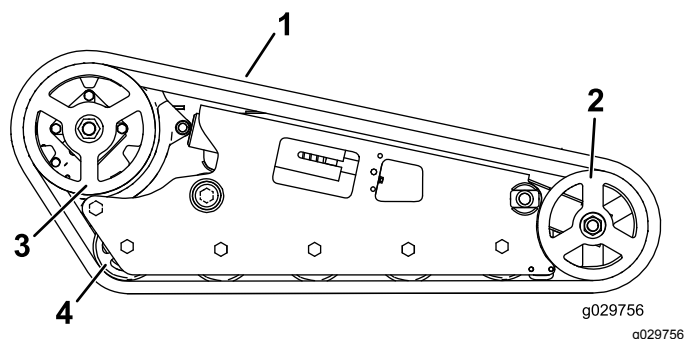

図 55
**重要** ロードホイール、前ホイール、駆動スプロケットも完全に洗浄してください 図 55。洗浄されているロードホイールは自由に回転します。